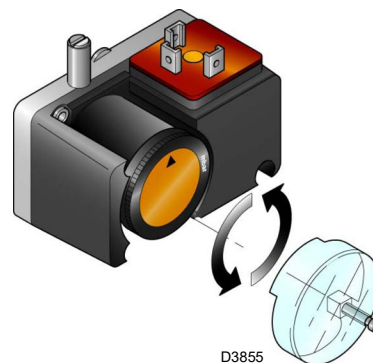

Рис. 34
- Отрегулируйте реле давления для контроля герметичности (комплект PVP)(Рис. 34 на стр. 34) в соответствии с инструкциями, прилагаемыми к самому комплекту.
Отрегулируйте реле давления для контроля герметичности (комплект PVP)(Рис. 34) в соответствии с инструкциями, прилагаемыми к самому комплекту.